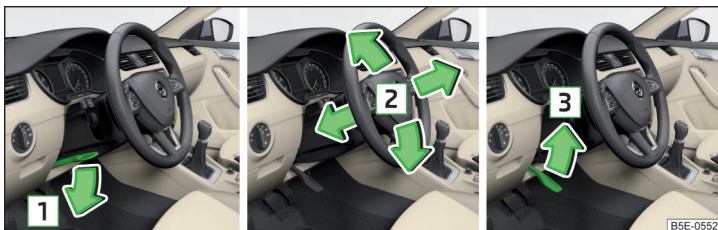

Fig. 15 Réglage de la position du volant
- Faites pivoter le levier de sécurité sous le volant dans le sens de la flèche **1** » fig. 15.